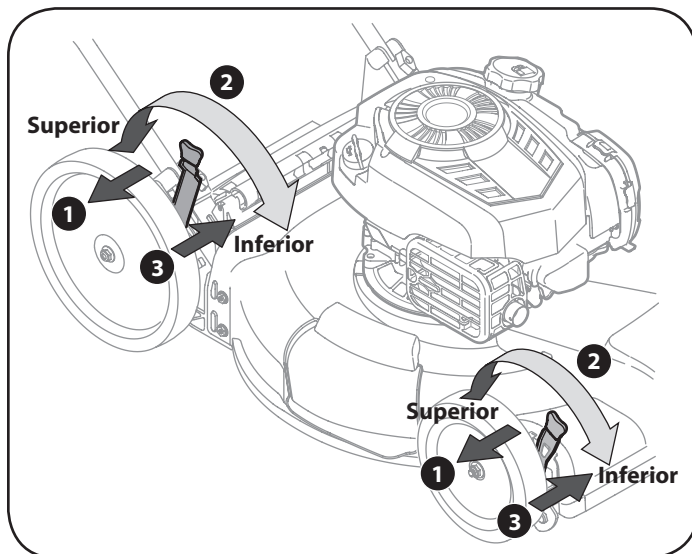

Figura 10
2. Muévela a cualquier de las posiciones para la altura de corte deseado. Vea la Figura 10.